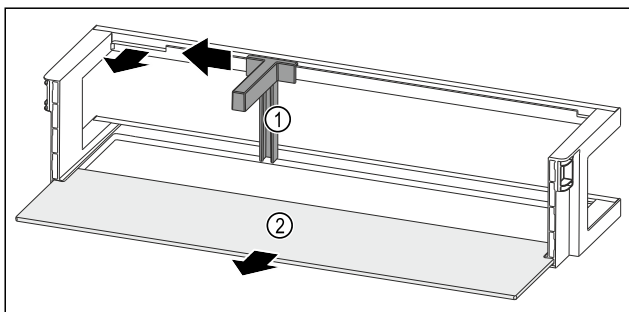

Fig. 116 Deurrek met flessenhouder en draagplateau
- Flessenhouder Fig. 116 (1) tot aan de uitsparing opzij schuiven.
- Flessenhouder Fig. 116 (1) verwijderen.
- Draagplateau Fig. 116 (2) verwijderen.